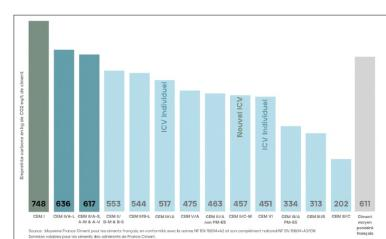

Figure 5 Empreinte carbone des ciments normalisés produits en France métropolitaine.
- **Ciment** « moyen pondéré français » (611 kg CO₂eq/t, France Ciment mars 2024, cf. figure 5) dosé à 310 kg/m³ de béton.
La **Figure 5** représente l'offre cimentaire française indiquée des empreintes carbone de chaque **type de ciment** produit par les adhérents de France Ciment. En théorie, il est possible de formuler un béton d'aménagement avec un CEM I comme avec un CEM II/C ou un récent CEM VI. Mais il est très rare de pouvoir changer de ciment dans une formule de béton sans conséquences sur certaines propriétés ni ajustement de **formulation**. L'exemple le plus courant concerne le ralentissement possible des montées en résistance à jeune âge avec des ciments fortement recomposés (et donc bas carbone), phénomène amplifié par temps froid.